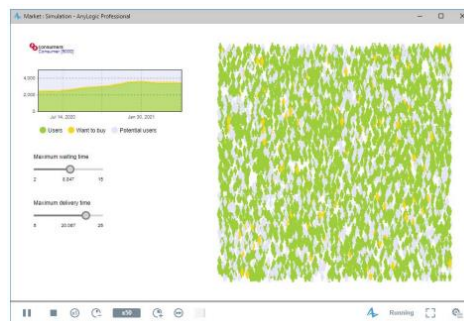

Рисунок 8.16 – Змінювання максимального часу очікування
18. Запустіть модель і спостерігайте за поведінкою. Коли ви використаєте повзунки для змінювання максимального часу очікування або часу доставки, ви побачите, що ваші зміни відобразяться на поведінці споживачів і загальній динаміці прийняття (рис. 8.16).